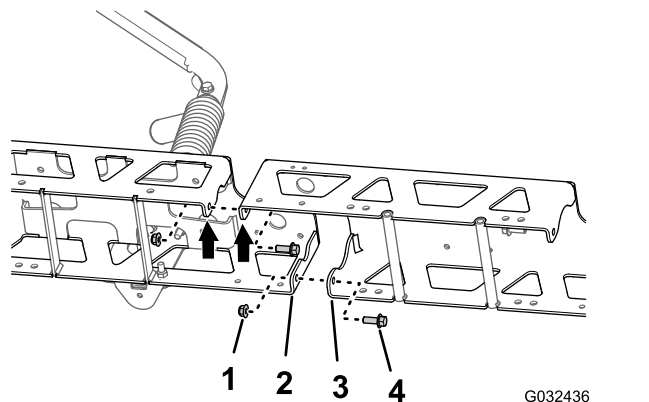

图54
1. 将中间喷洒臂延长组件垂直法兰上的孔与桁架框架上的孔对齐图54。
2. 使用在 1 的步骤 分开中间喷洒段桁架 \(页码 23\) 中卸下的 2 个凸缘头螺栓3/8 x 1 英寸和 2 个凸缘锁紧螺母3/8英寸将中间喷洒臂延长组件松松地组装到桁架框架上图54。
3. 将中间喷洒臂延长组件垂直法兰上的孔与另一桁架框架上的孔对齐图54。
4. 使用 GeoLink 喷洒系统完成套件图54中的 2 个凸缘头螺栓3/8 x 1 英寸和 2 个凸缘锁紧螺母3/8英寸将中间喷洒臂延长组件松松地组装到另一桁架框架上图54。